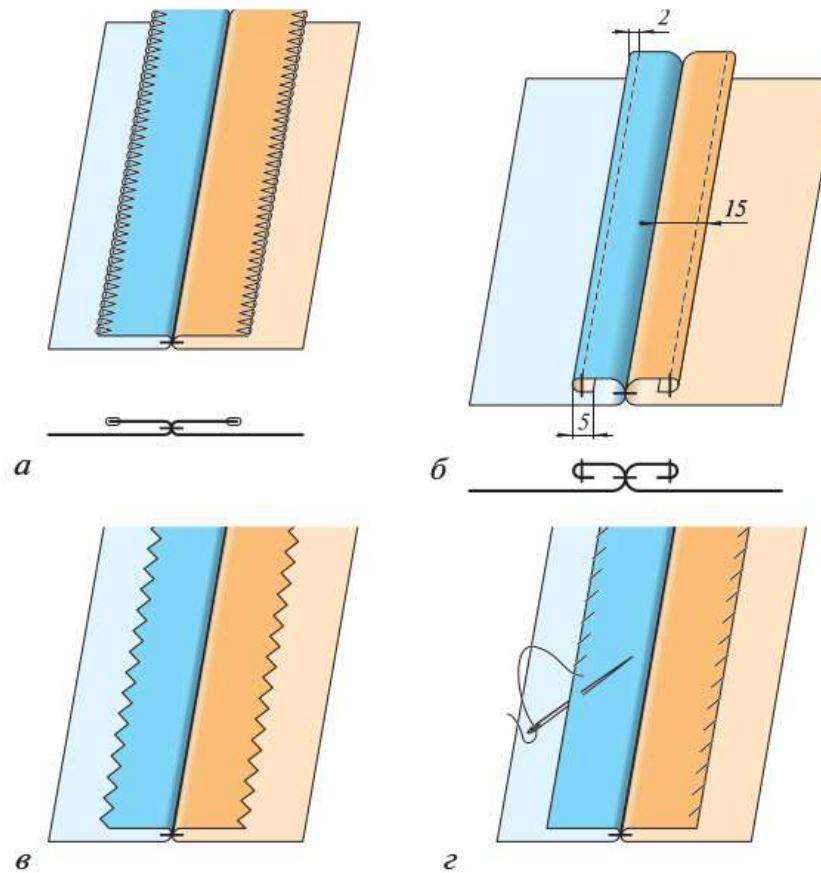

Рис. 6.77. Обработка срезов стачных швов:
- на специальной краеобмёточной машине «оверлок» или на швейной машине швом «зигзаг» (рис. 6.77, а);
- швом вподгибку с открытым срезом (рис. 6.77, б);
- ножницами «зигзаг» (рис. 6.77, в);
- ручными стежками (рис. 6.77, г).